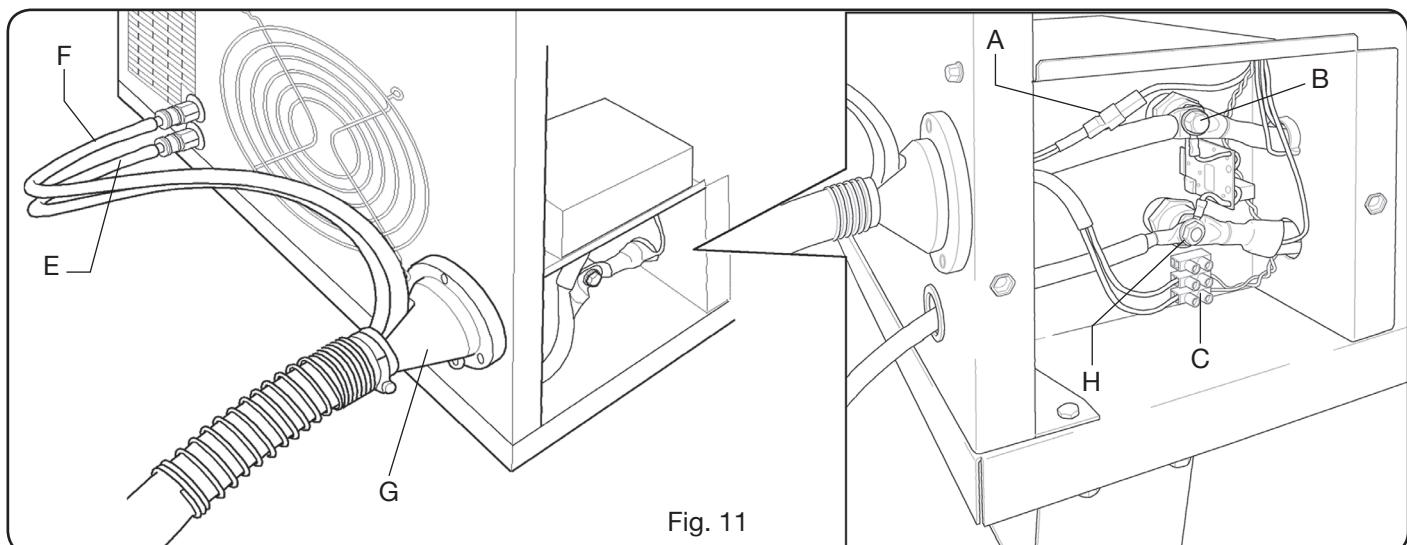

Fig. 11
- Despues de dicha operación, proseguir con el enlace de las diferentes conexiones (Fig. 11).